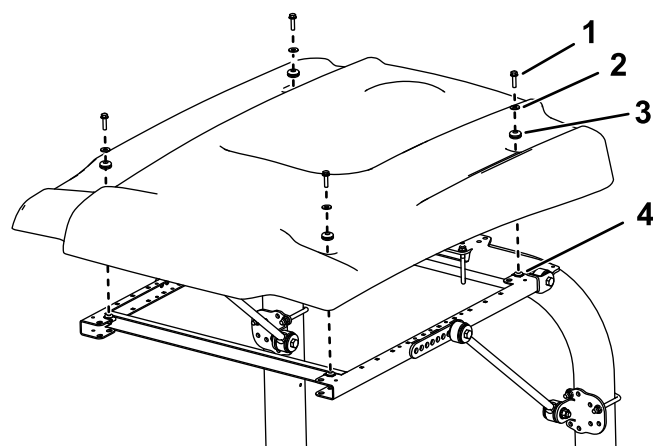

Bild 32
15. Positionieren Sie das Sonnendach beim Ausfluchten der Befestigungslöcher am Rahmen wie in Bild 32 abgebildet.
16. Befestigen Sie jede Ecke des Sonnendachs mit einer Bundkopfschraube (5/16" x 1 1/4"), einer kleinen Scheiben und einer Scheibe lose am Rahmen (Bild 32).